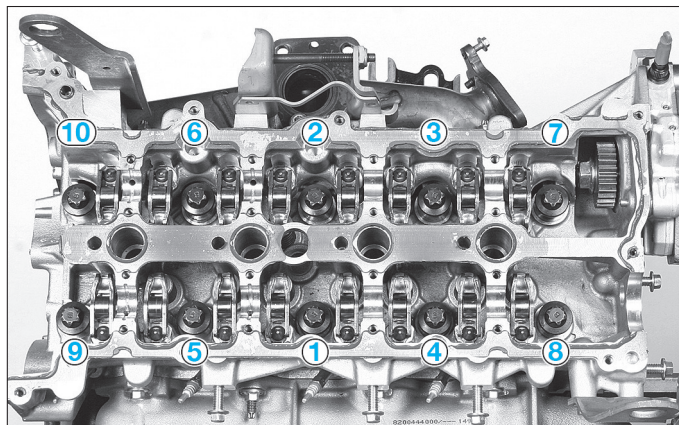

FIG. 64
- Déposer les vis de culasse, en les desserrant progressivement par passes successives et dans l'ordre inverse du serrage prescrit (fig. 64).
- Reposer les vis de culasse neuves sans les lubrifier puis les serrer en respectant l'ordre et le couple de serrage prescrits (fig. 64).